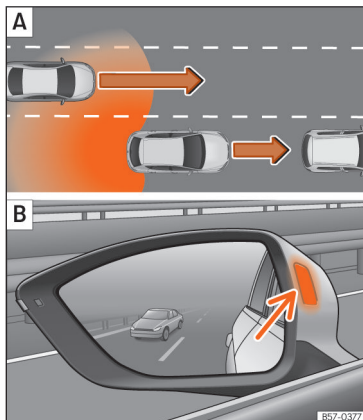

Abb. 197 Schematische Darstellung: **A** Überholvorgang mit Verkehr im hinteren Bereich. **B** Anzeige des Spurwechselassistenten im Außenspiegel links.
In nachfolgenden Situation wird die Anzeige im Außenspiegel » Abb. 197 **B** (Pfeil) oder » Abb. 198 **B** (Pfeil) dargestellt:
- Bei einer Überholung durch ein anderes Fahrzeug » Abb. 197 **A**.